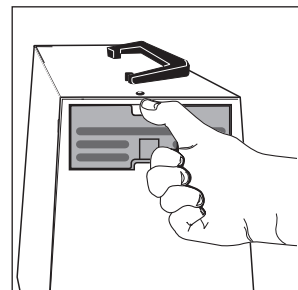

Figura 6
**Filtro del ventilador**—El filtro del ventilador depura el aire que entra a la unidad para enfriar el compresor. Se encuentra en la parte posterior del gabinete del compresor **Figura 6** y debe cambiarse como deteriorar. Durante el uso continuo, también se recomienda que el filtro se limpie semanalmente con agua jabonosa caliente, se enjuague bien y se seque por completo.